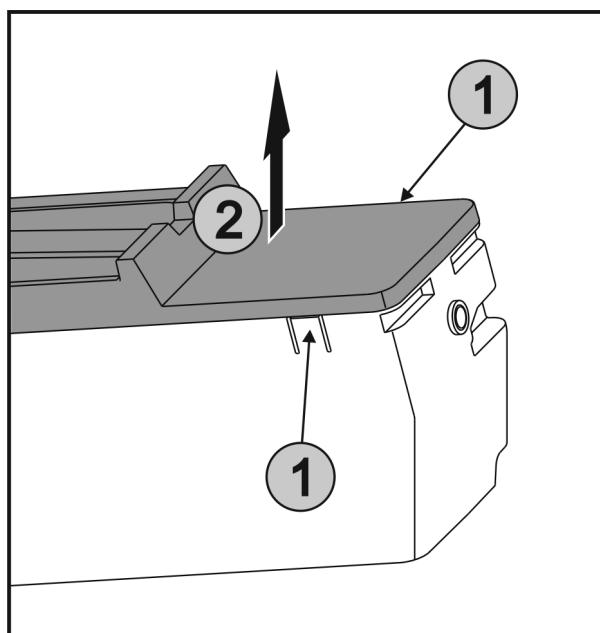

Fig. 55
- Натиснете едновременно езичетата Fig. 55 (1) от двете страни на EasyTwist-Ice и свалете капака Fig. 55 (2) нагоре.